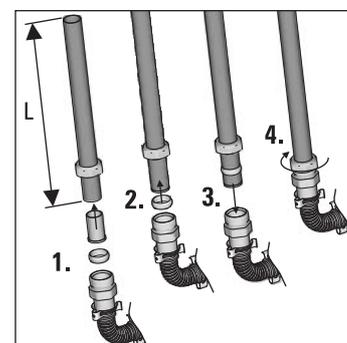

Fig. 3-33 Fase di lavoro 5
5. Collegare le tubazioni di collegamento alle viti ad anello tagliente dei raccordi di collegamento (fig. 3-33).